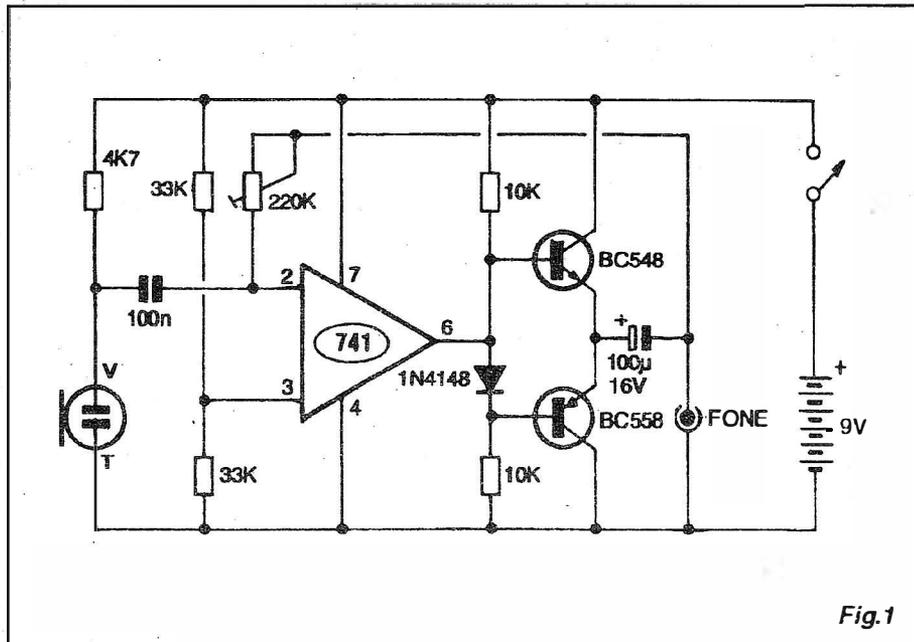

Fig.1
Muito raramente serão encontrados sistemas ou aparelhos domésticos de áudio que não contenham um jaque para uso de fones externos individuais... Entretanto, se isso se verificar, é possível fazer algumas alterações simples na entrada do módulo transmissor do **FOSF**, de modo a adequar o seu funcionamento para a ligação direta à uma saída tipo **auxiliar** (médio nível, média ou alta impedância...). Nesse caso, basta substituir o resistor original de 15R (rever FIG. 1) por um de 47K x 1/4W, trocando também o eletrolítico de entrada, originalmente de 4u7, por um capacitor de poliéster de 100n ou 220n...
**- FIG. 1 - DIAGRAMA ESQUEMÁTICO DO CIRCUITO** - Para preservar o pequeno tamanho geral e o baixo consumo (o que também ajuda na miniaturização, através do requerimento de pilhas ou baterias de modestas dimensões...), a lógica indica o uso de um circuito com um mínimo de componentes, o que é rigorosamente cumprido pelo projeto, conforme o leitor/hobbysta pode ver no diagrama... Um conhecido integrador 741 (amplificador operacional), em função amplificadora de alto ganho, centraliza as ações, circuitado com estrutura inversora, e por isso tendo o